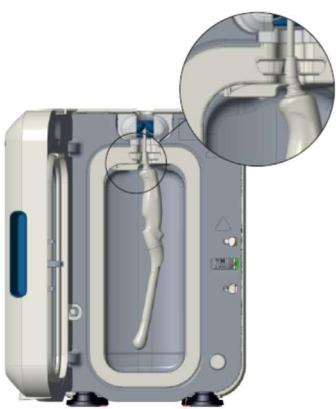

Figura 3
- **IPP** Il Posizionatore integrato della sonda (IPP) di trophon2 è un meccanismo totalmente integrato nel dispositivo trophon2 (vedere la Figura 3 sottostante) che migliora il posizionamento di tutte le sonde convesse approvate nella camera di trophon2. Consultare il Manuale per l'utente di trophon2 per informazioni su come utilizzare il Posizionatore integrato della sonda (IPP).